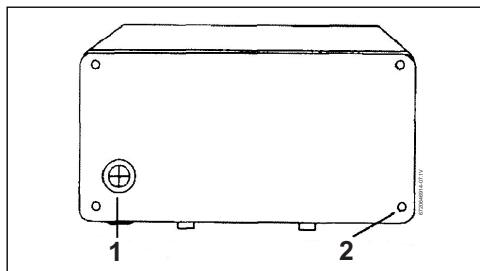

Fig. 10 Arrière de l'unité
- Si le passage par l'arrière du capot est choisi, découper le passe câble sur la plaque arrière avec un couteau bien aiguisé. Vérifier de ne pas retirer la gaine en caoutchouc de la plaque arrière (Fig. 10) :